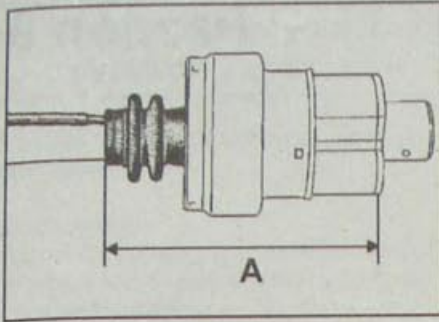

Рис. 8.24. Измерение расстояния между концом чехла и участком наибольшего диаметра корпуса шарнира:
- Переместите корпус шарнира по валу так, чтобы получить размер $A = 156 \pm 1$ мм между концом чехла и участком наибольшего диаметра обработанной поверхности корпуса шарнира (рис. 8.24).